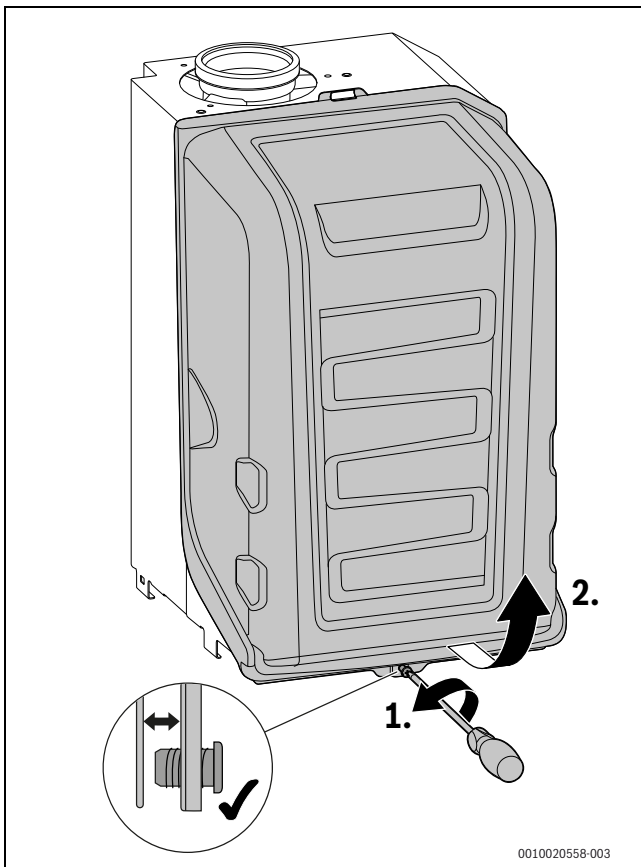

Bild 120 Brennerhaube abnehmen
- Brennerhaube abnehmen (→ Bild 120, Seite 68).